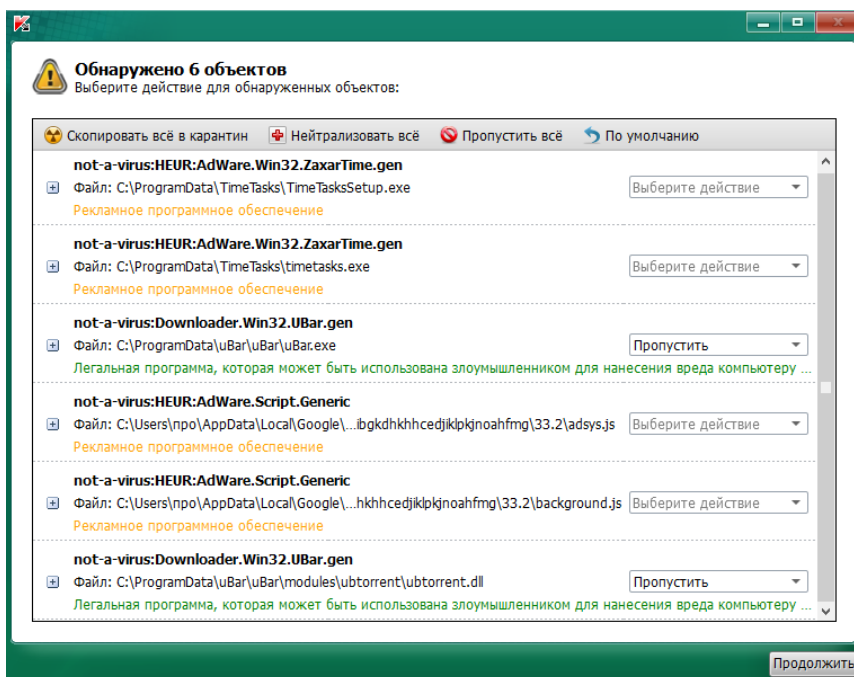

Рисунок 4. Окно с выявленными угрозами.
7.1.8. При выявлении угроз появляется в окне следующая информация (Для примера, выявлено 6 объектов) (Рисунок 4).